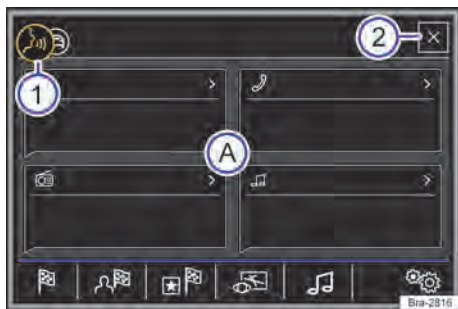

Fig. 151 Comando de voz: exibição do menu de ajuda e elementos falados.
- Somente falar os comandos de voz quando os sons sinalizadores e orientações faladas terminarem e o símbolo  → Fig. 151  aparecer no display.
É exibido um menu auxiliar com os comandos de voz mais importantes das áreas ativas (por exemplo navegação) → Fig. 151 . A exibição do menu auxiliar pode ser ligada e desligada no menu **Configurações do comando de voz** → Página 206.
Somente falar os comandos de voz quando os sons sinalizadores e orientações faladas terminarem e o símbolo  → Fig. 151  aparecer no display.